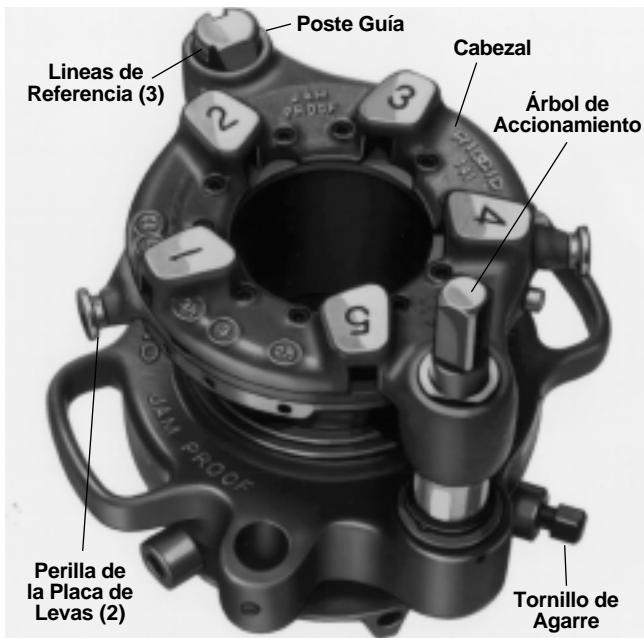

Figura 20 – Roscadora a engranajes No. 141 con el árbol de accionamiento hacia arriba (El cabezal No. 161 es similar)
7. Apriete bien el tornillo de bloqueo del portapieza (*Figura 20*).
portapieza (*Figura 20*) y ponga el porta piezas en la posición de **OPEN** (abierto).
2. Tire de las perillas (*Figura 20*) de la placa de levas
2. Tire de las perillas (Figura 20) y haga girar la placa de levas hasta la marca CD que hay en la parte superior del cabezal.